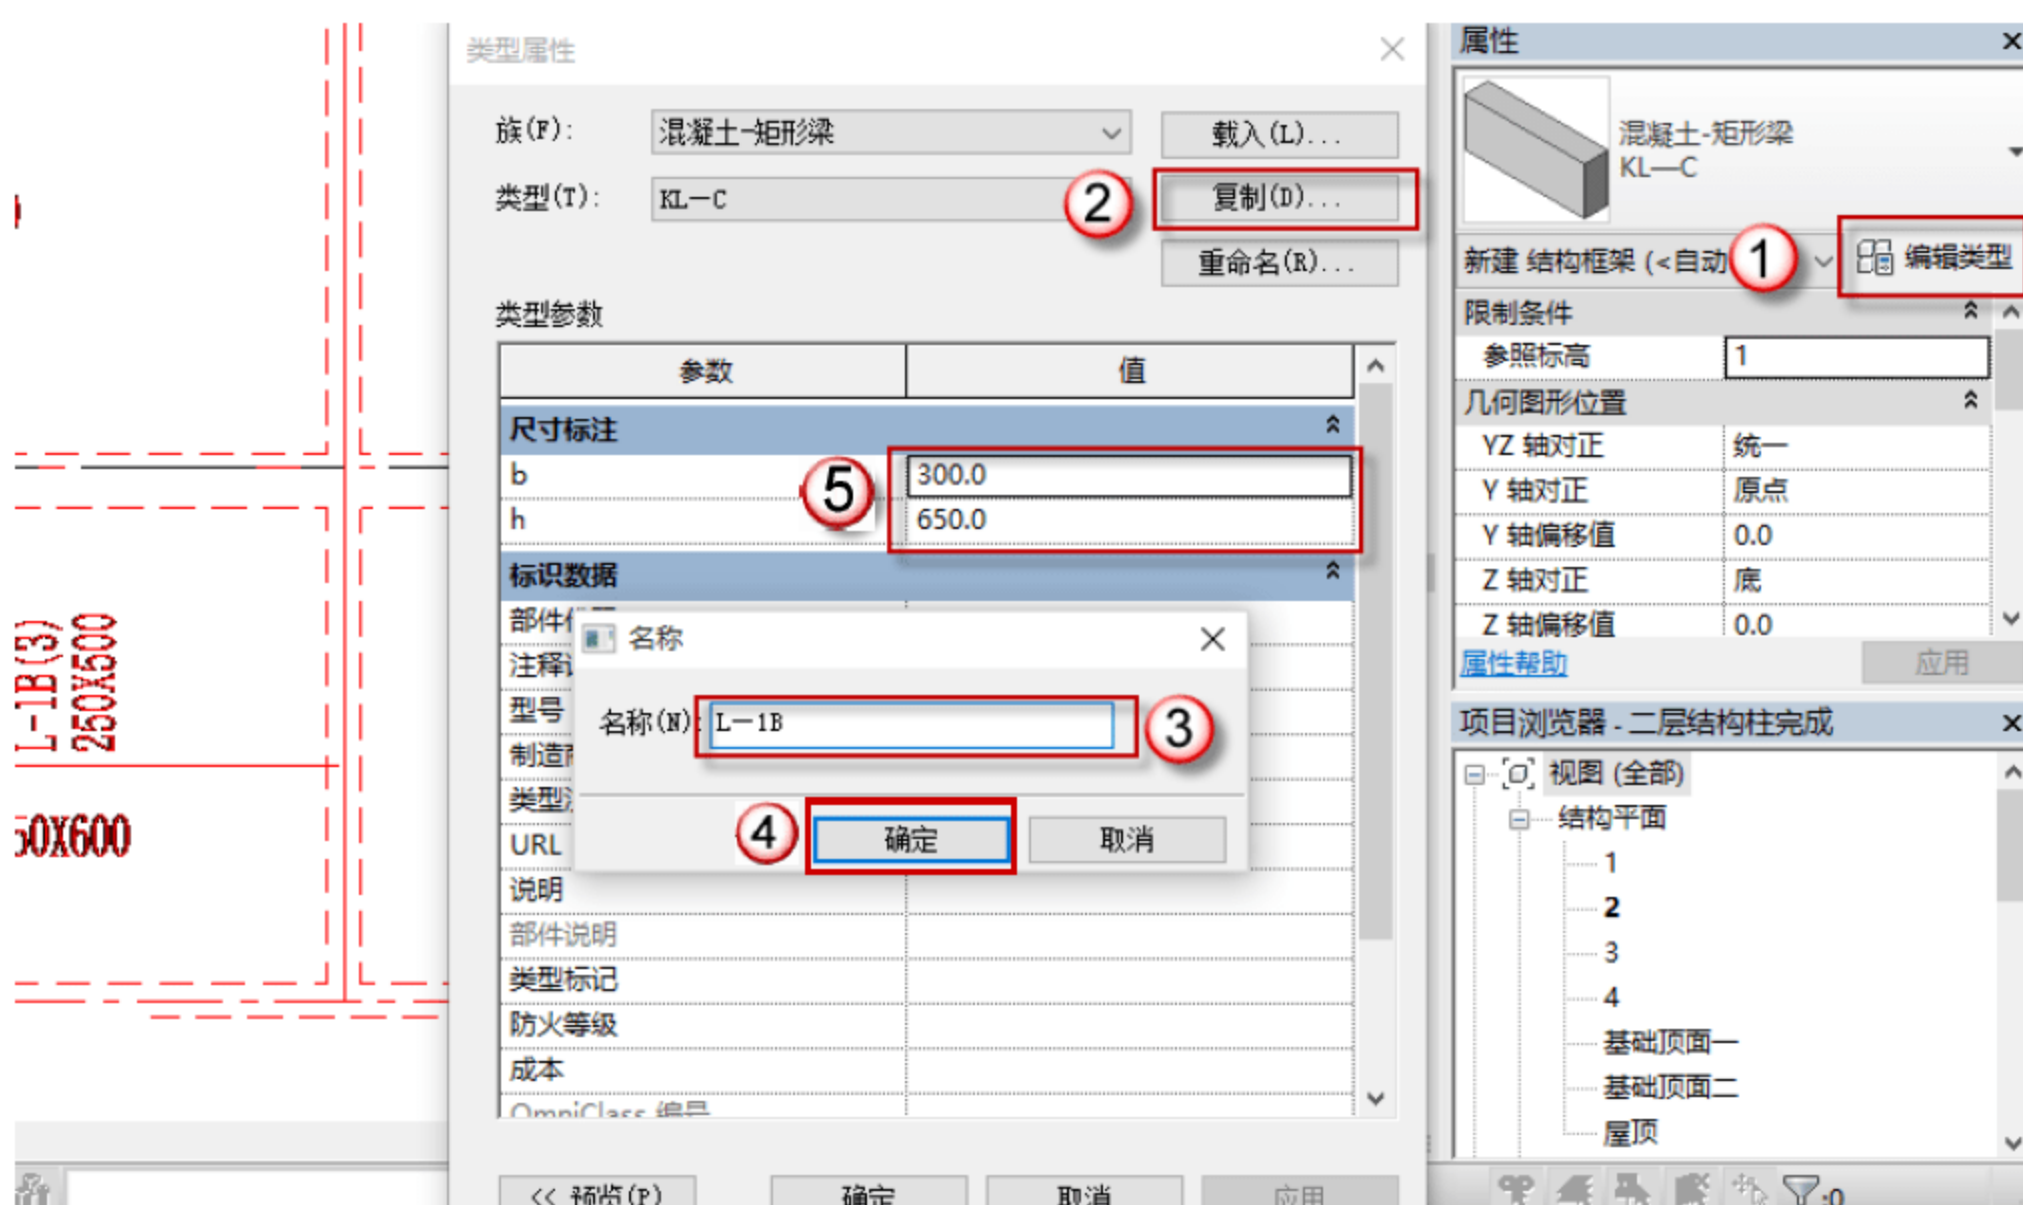

图 4.2.80 设置 L-1B 参数
(5) 设置矩形梁 L-1B 参数, 按快捷键 B+M, 出现绘制的界面, 单击“编辑类型”按钮, 在弹出的对话框中单击“复制”按钮, 再在弹出的对话框中命名新的族 L-1B, 单击“确定”按钮。在“尺寸标注”栏设置参数, 如图 4.2.80 所示。